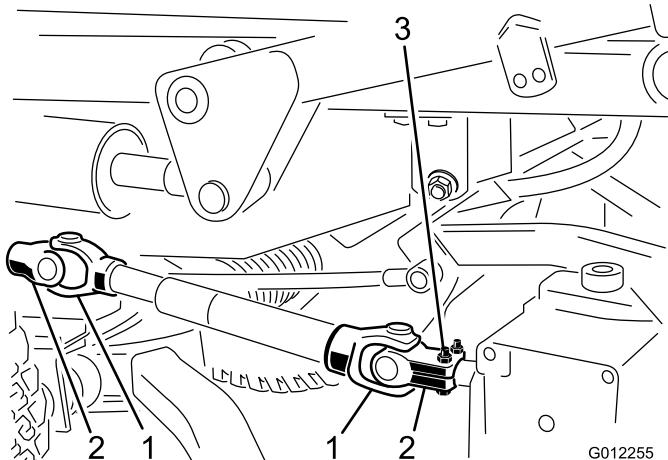

Figura 19
3. Con un taladro, elimine el pasador cilíndrico que sujeta la horquilla del árbol de transmisión al eje primario de la caja de engranajes (Figura 19). Afloje los tornillos de caperuza y las contratuerca y retire la horquilla del eje primario. Si la unidad de tracción se va a utilizar sin la unidad de corte, elimine con un punzón el pasador cilíndrico de la horquilla del árbol de la TDF de la unidad de tracción y retire el árbol de transmisión completo de la unidad de tracción.